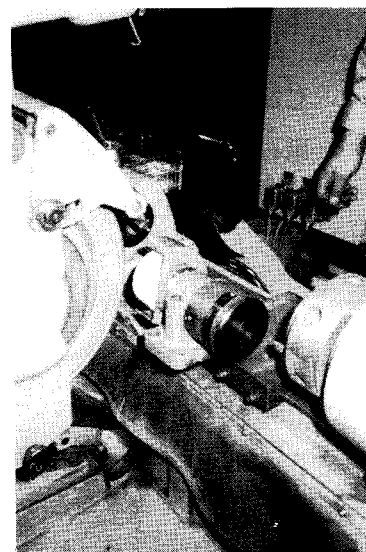

図1-23
- (3) ツルーイングを行う。
- ① ダイヤモンド砥石を回転させる。
- ② 砥石台手送りハンドルを回して、砥石台を後退させる。
- ③ 砥石台前進用押ボタンを押して、砥石台を前進させる。
- ④ 方向切替ドックの位置を調整する。
- ・テーブルがデッドストップの位置に来たとき、ツルーイング装置の砥石が、ダイヤモンド砥石に当たらないように、ドックの位置を調整する (図1-23)。
- ⑤ 砥石台を手動で送り、ツルーイング用砥石にダイヤモンド砥石を近づける。